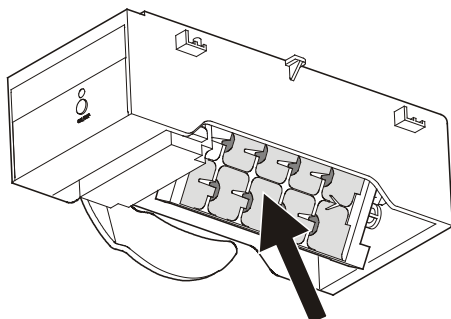

Figure 25
- Après cela, vider le bac à glaçons (**Figure 25**). Se référer au chapitre « Fabrique à glaçons en mode Vacances ».
En cas de vacances prolongées, le bac à glaçons (flèche sur la **Figure 25**) doit être vidé.
Quand la température intérieure apparaît à l'écran, le bac est retourné (**Figure 25**) et la fabrique à glaçons s'éteint automatiquement.